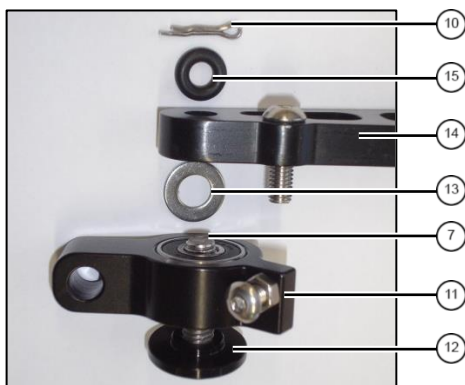

Abb. 5: Gelenkblock
5. Gelenkblock ^⑪ mit Schraube ^⑦ mit Gewindekleber, Lenkungslagerdeckel ^⑫ und Unterlegscheibe ^⑬ von unten an Lenkarm ^⑭ befestigen (siehe Abb. 5). **Anzugsmoment 8Nm.**
6. O-Ring ^⑮ aufstecken und Splint ^⑩ montieren (siehe Abb. 5).